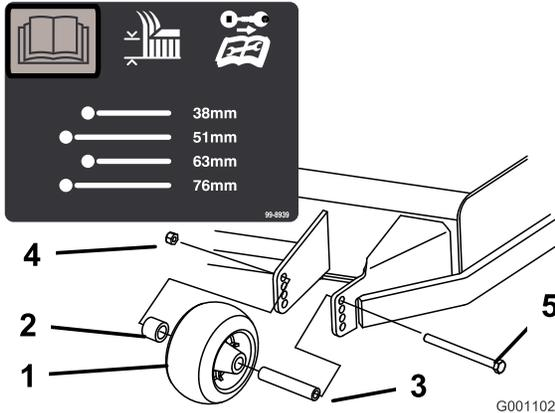
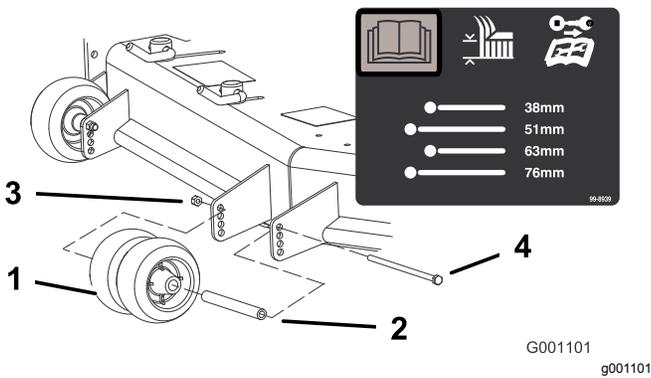
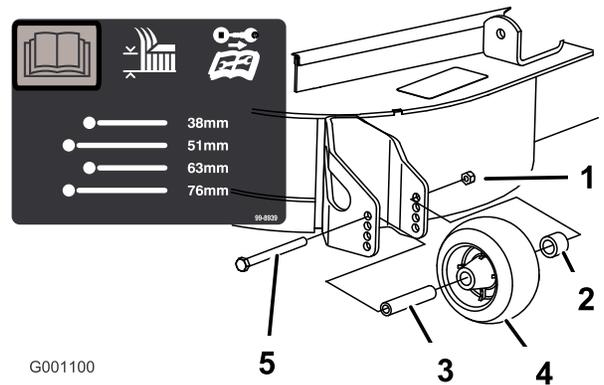

Figura 31
Figura 32
Figura 33
3. Después de ajustar la altura de corte, ajuste los rodillos retirando la tuerca con arandela prensada, el casquillo, el espaciador y el perno (Figura 31, Figura 32 y Figura 33).
Nota: Los dos rodillos centrales no tienen espaciador (Figura 32).
5. Instale la tuerca con arandela prensada, el casquillo, el espaciador y el perno. Apriete el perno a 54–61 N·m (Figura 31 , Figura 32 y Figura 33).